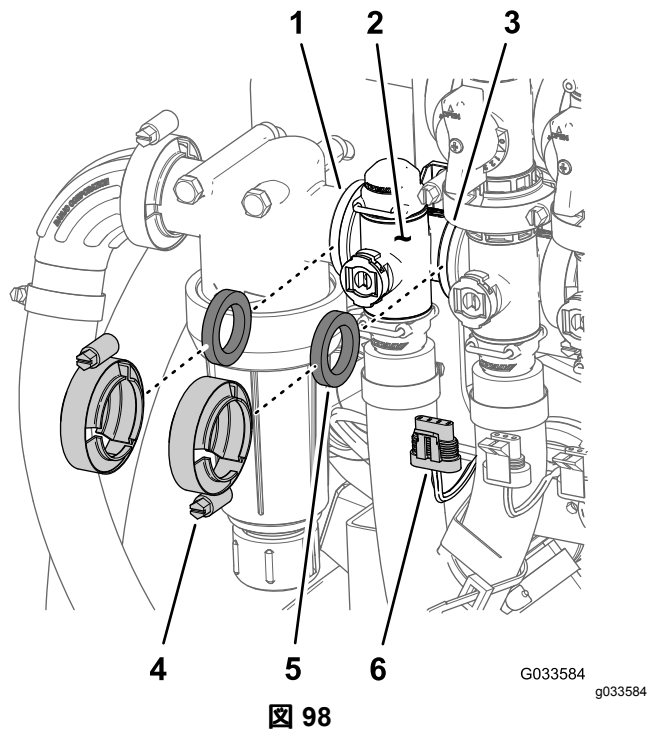

図 98
1. 散布量制御バルブ用のマニホールドを圧力フィルタと攪拌バルブに固定しているフランジクランプ2個とガスケット2枚を外す 図 98。